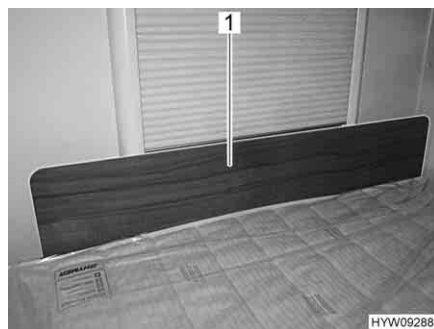

Fig. 90 Pannello di protezione/protezione anticaduta
- Inserire il pannello di protezione (Fig. 90, 1) davanti alla finestra, tra il materasso e il telaio della finestra. L'effetto di serraggio del materasso mantiene il pannello di protezione in posizione, davanti al telaio della finestra.